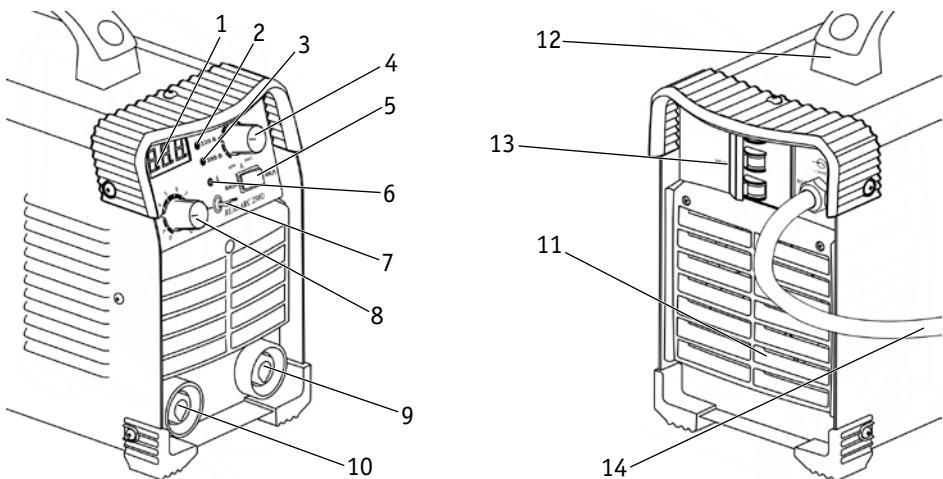

Рис. 6.1. Вид спереди и сзади.
- 4. Перейдите в режим MMA (См. рис. 6.1, п. 7) на передней панели сварочного аппарата.**
- 5. При необходимости включите или выключите режим VRD (См. рис. 6.1, п.5) на передней панели сварочного аппарата.**